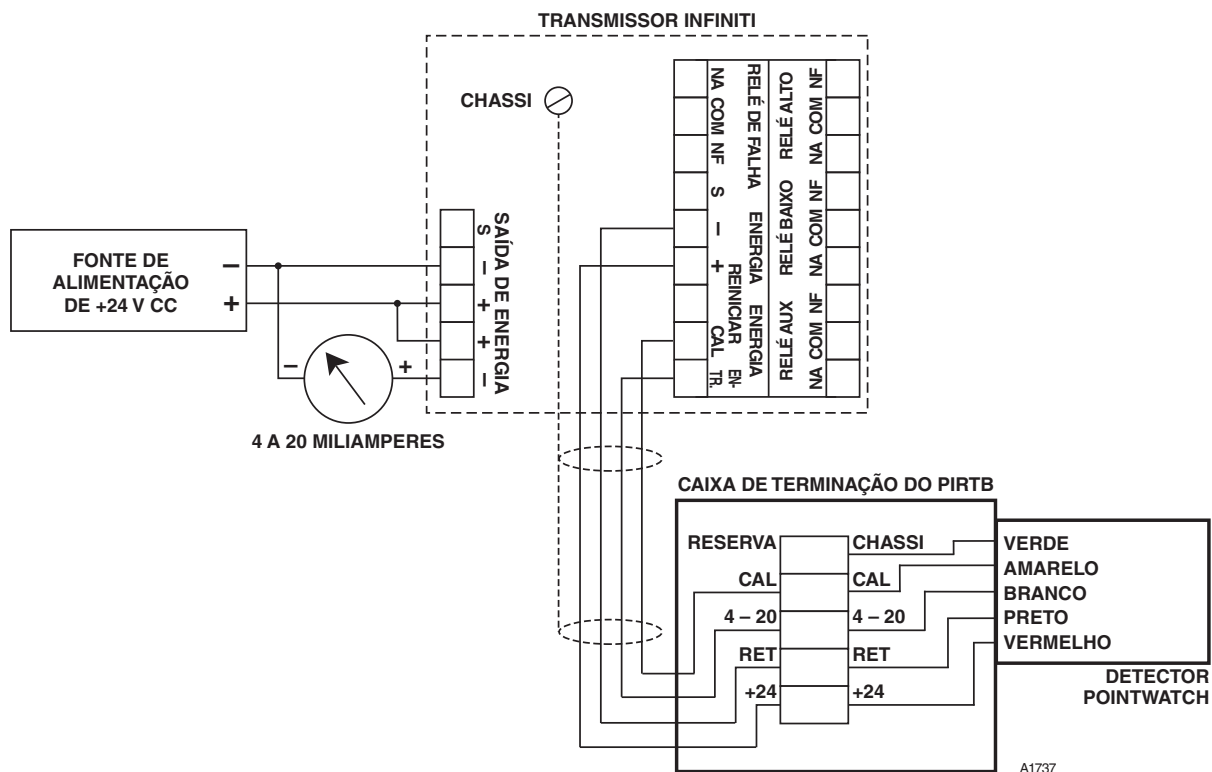

Figura 22 — Separação do sensor com transmissor Infiniti U9500 e PIR9400
5. Se estiver usando o Transmissor Infiniti U9500, monte e faça o cabeamento do Transmissor Infiniti U9500 como mostra a Figura 22 e como está descrito no Manual de Instruções do Infiniti U9500.